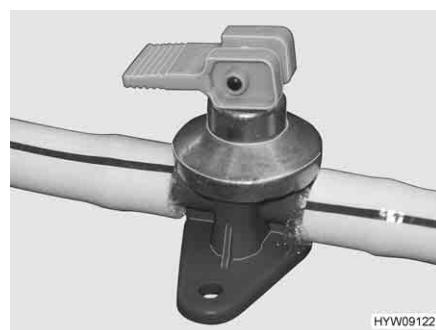
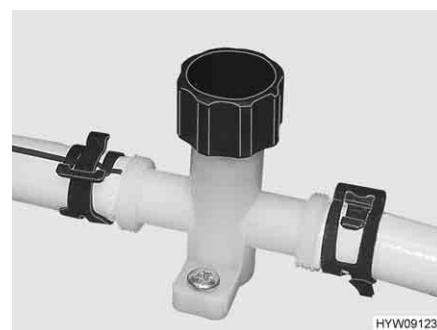

Fig. 82 Rubinetto di scarico con leva a bilanciere
Fig. 83 Rubinetto di scarico con manopola
- Chiudere tutti i rubinetti di scarico (Fig. 82 o Fig. 83). Chiudere i coperchi in senso orario oppure posizionare la leva a bilanciere in posizione orizzontale. L'ubicazione delle valvole di sicurezza/di scarico e dei rubinetti di scarico è riportata al paragrafo "Posizione dei rubinetti di scarico delle valvole di sicurezza/di scarico", alla fine di questo capitolo.